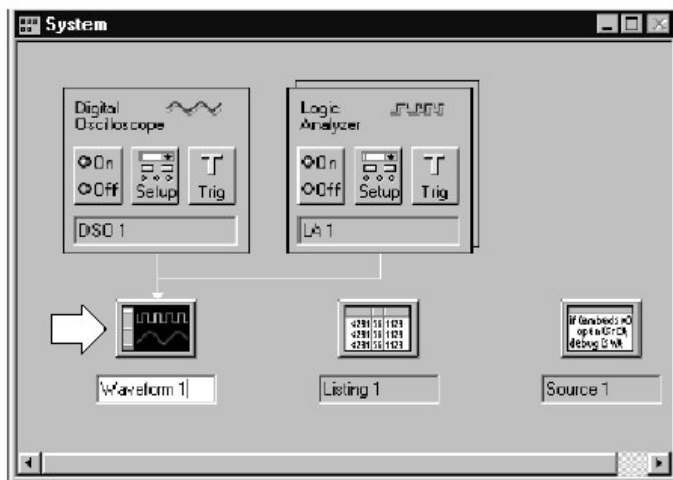

图 3-45 一个打开的数据窗口
- 要打开数据窗口，进入系统窗口并选择数据窗口图标，见图 3-45。